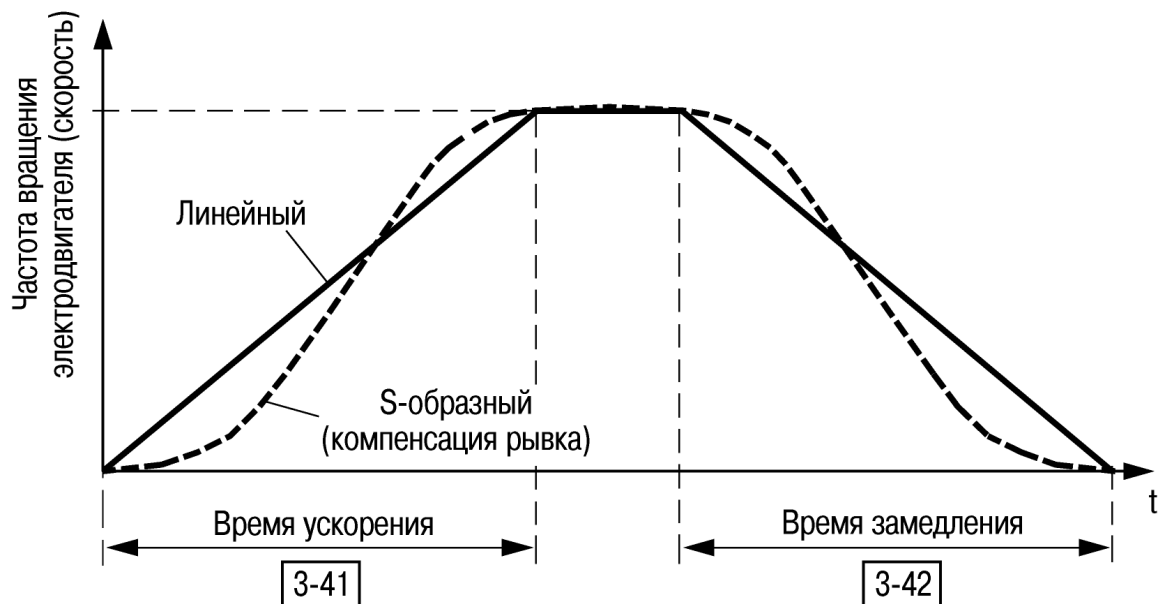

Рисунок 1.6
- «0» – линейное изменение скорости (по умолчанию): постоянное ускорение/замедление (см. рисунок 1.6);
- «2» – S-образное изменение скорости: плавная компенсация рывков при ускорении/замедлении (см. рисунок 1.6).